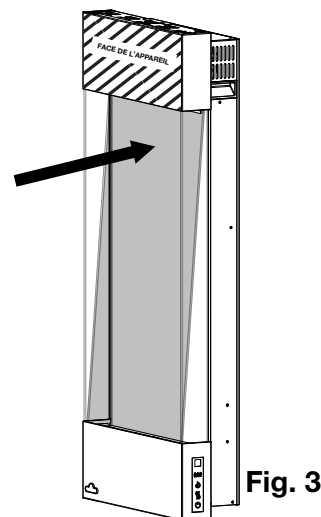

Fig. 3
3. Poussez le haut du verre contre le haut du panneau en plastique (**Fig. 3**).